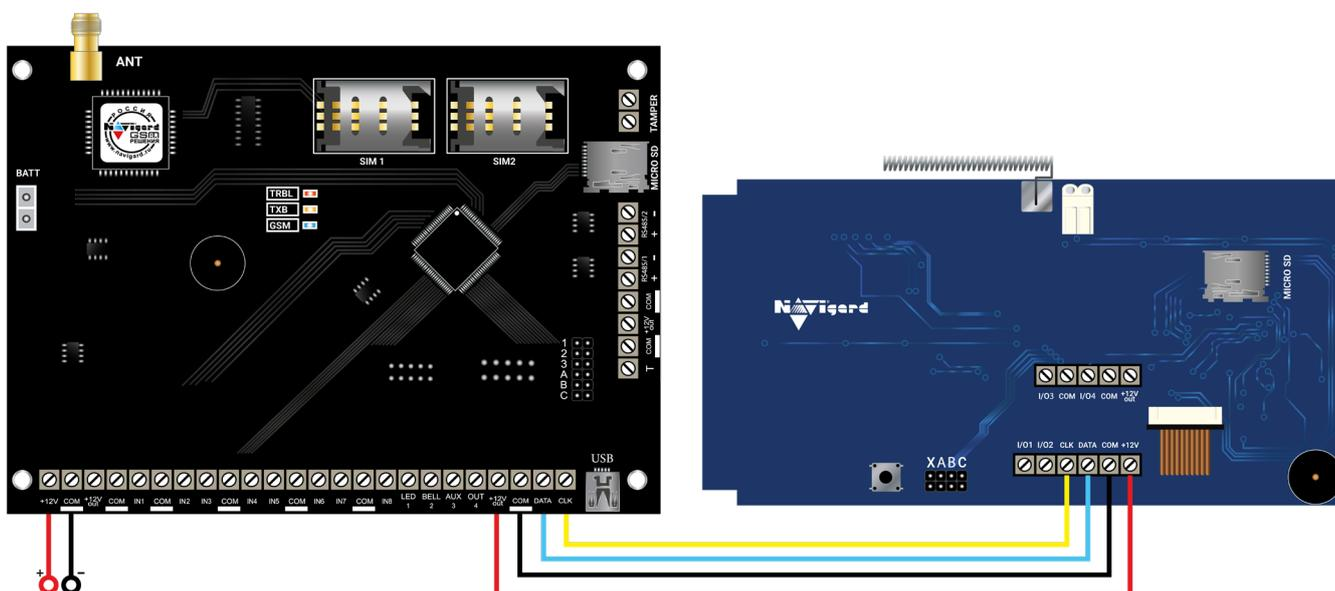

Рисунок 1. Пример подключения NV 8501 к NV 216
4. Подключите провода системной шиной (+12V, COM, DATA, CLK) к группе клемм NV 8501 от контрольной панели (см. Рисунок 1);